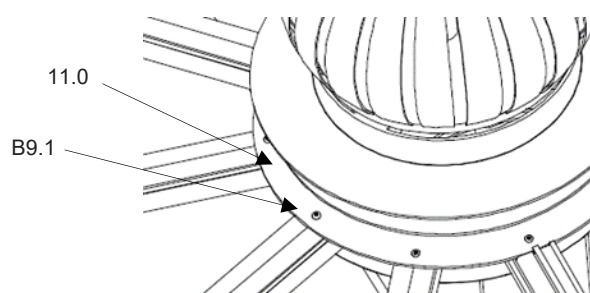

Abb.33
**alle Dachsprossen (Innen) am unteren Druckring des Dachlüfters (11.0) mit Linsenblechschauben (B9.1) montieren.** (Abb.33)